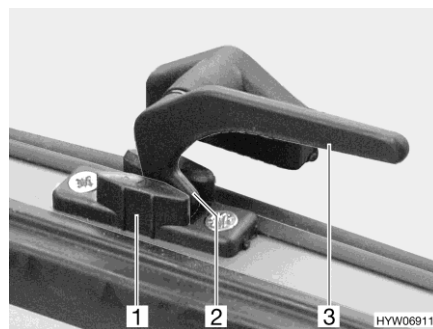

Bild 62 Verriegelungshebel (Stellung "Dauerbelüftung")
- in Stellung "Dauerbelüftung" (Bild 62)
- Alle Verriegelungshebel (Bild 62,3) eine viertel Umdrehung zur Fenstermitte hin drehen.
- Alle Verriegelungshebel wieder zurückdrehen. Die Verriegelungsnase (Bild 62,2) dabei jeweils in die Aussparung der Fensterverriegelung (Bild 62,1) einfahren.